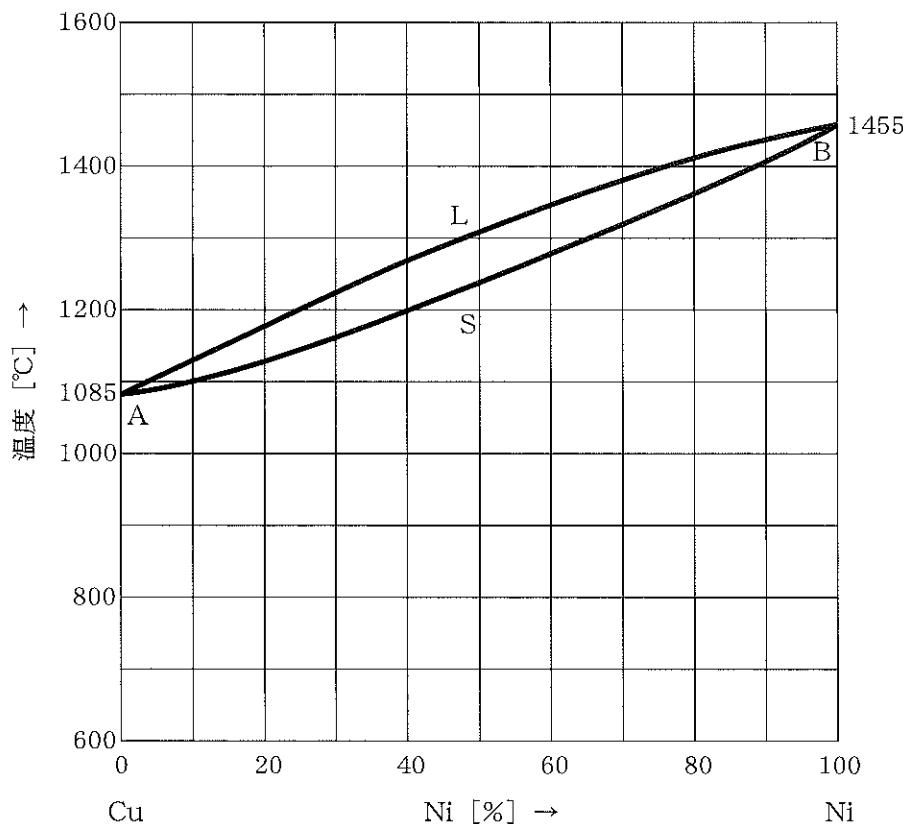

図1
- 1 図1は銅CuとニッケルNiの固溶体形の平衡状態図である。(a)～(e)に適したものをお選びなさい。